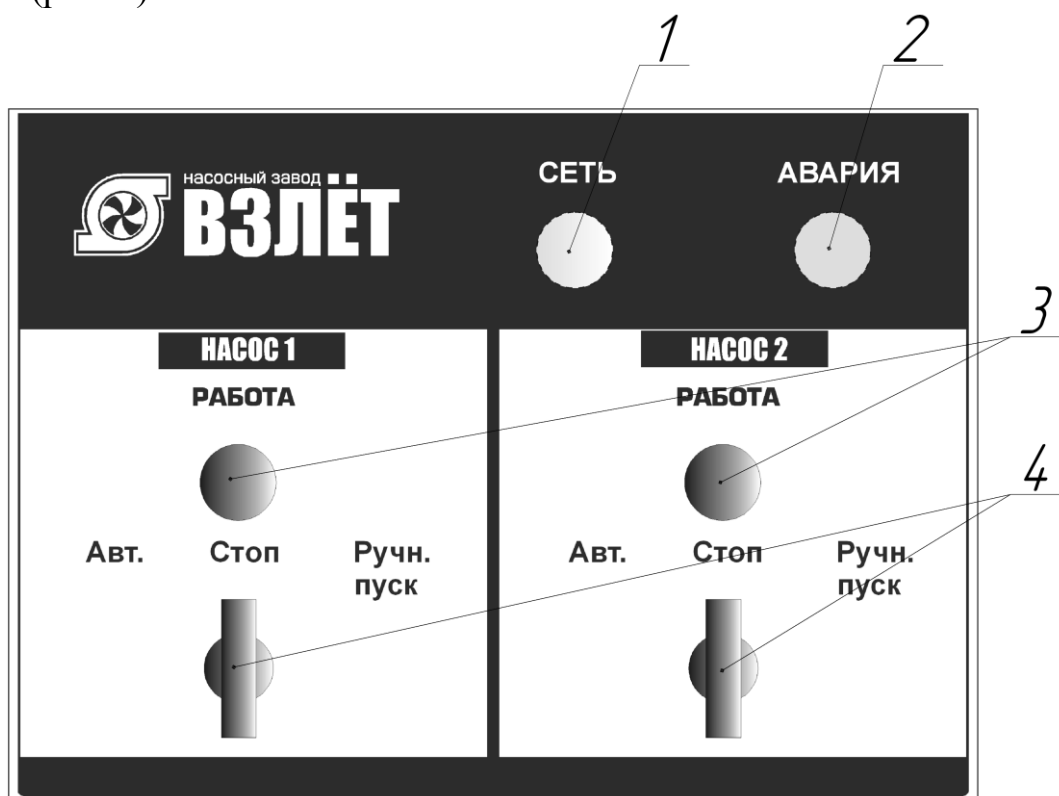

Рисунок 1 – Органы управления и индикации шкафа управления
На дверце шкафа управления размещены следующие органы управления и индикации (рис. 1):
Для ручного запуска насоса необходимо перевести переключатель РУЧН.ПУСК/СТОП/АВТ необходимого насоса рис. 1, поз. 4 в положение «РУЧН.ПУСК». Насос запустится, если это не запрещено по состоянию датчиков насосов и датчиков уровня.
3. Установите переключатели «РУЧН.ПУСК/СТОП/АВТ» (рис. 1 поз. 4), в положение «СТОП».
4. Включите автоматический выключатель QF1; загорится светодиод «Сеть» на дверце шкафа управления рис. 1 поз. 1. и высветится индикация на дисплее ДНК-3.
Для запуска насоса в ручном режиме необходимо перевести переключатель «РУЧН.ПУСК/СТОП/АВТ» (рис. 1 поз. 4), в положение «РУЧН.ПУСК».
1. Перевести переключатели «РУЧН.ПУСК/СТОП/АВТ» (рис. 1 поз. 4), в положение «АВТ».